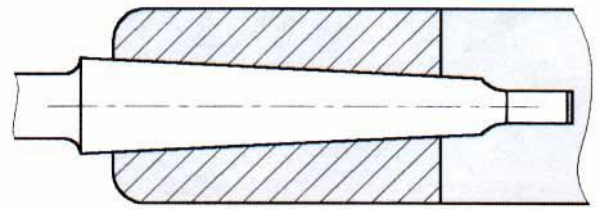

Fig. 3
3. GOUJON (fig. 3) :
3. PAR COÏNCEMENT (Fig. 3) :